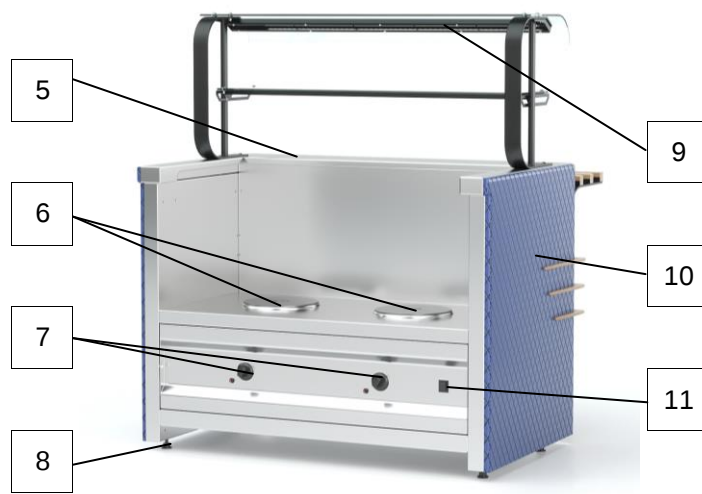

Рисунок 2. Вид прилавка со стороны продавца.
Для включения подсветки следует включить переключатель (11) (см. рис.2). При включении загорается подсветка кнопки переключателя.